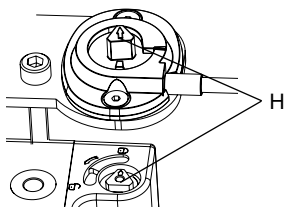

Abbildung 8
3. Ausrichtung der Markierungen (Pfeile) an Dreikant und Adapterstück H beachten (siehe Abbildung 8).